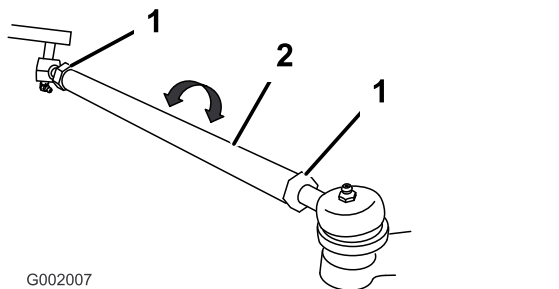

图49
- 如果测量值超出规定的范围，应松开横拉杆两端的锁紧螺母（图49）。